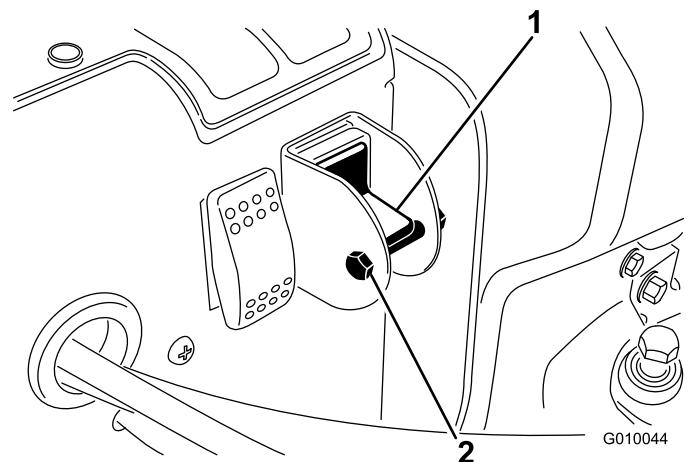

Bild 29
4. Entfernen Sie die Arretierschraube und die Mutter vom Auswahlshalter (Bild 29).